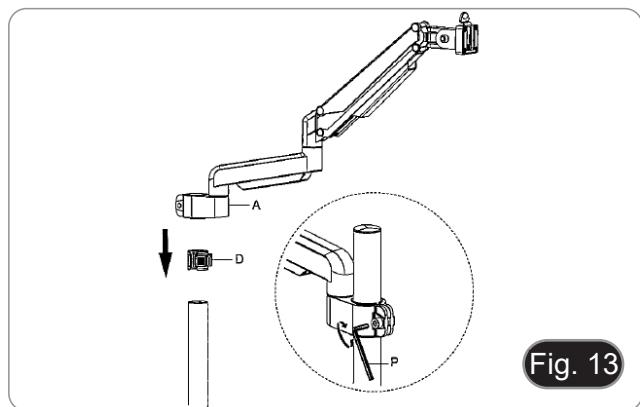

Fig. 13
6. Inserire il ferma cavo discesa (D) nella colonna.
7. Inserire il braccio orizzontale (A) e serrare la vite di fissaggio. (Fig. 13)